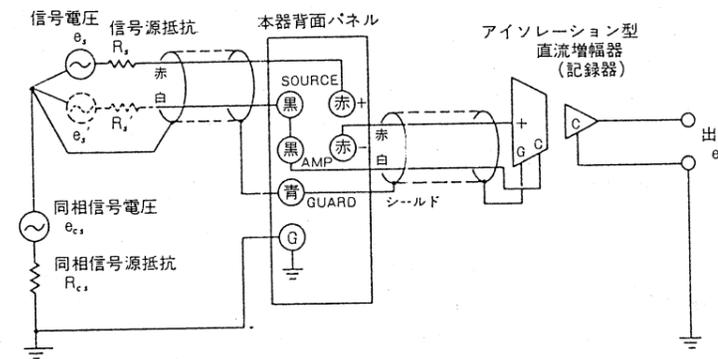

図6
- 3-1-2 シングル入力アイソレーション型直流増幅器を用いるとき(図6参照)